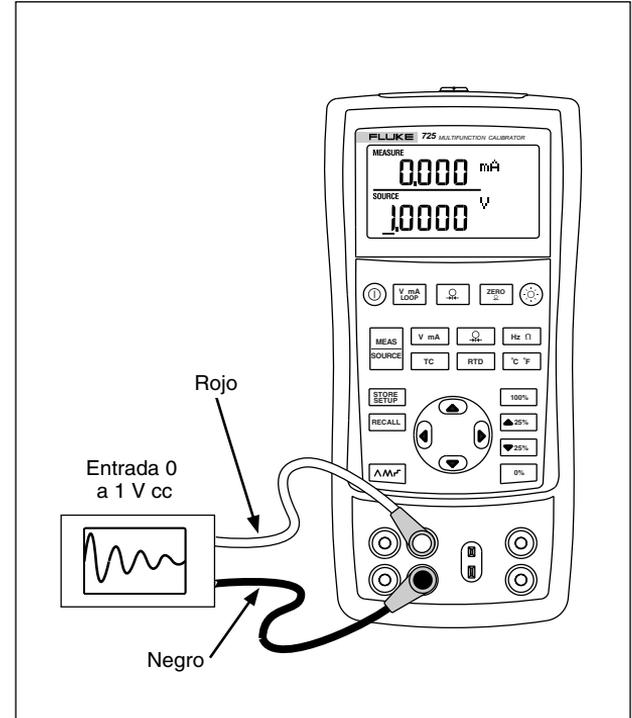

Figura 22. Calibración de un graficador
1. Conecte los conductores de prueba al instrumento a prueba tal como se muestra en la figura 22.